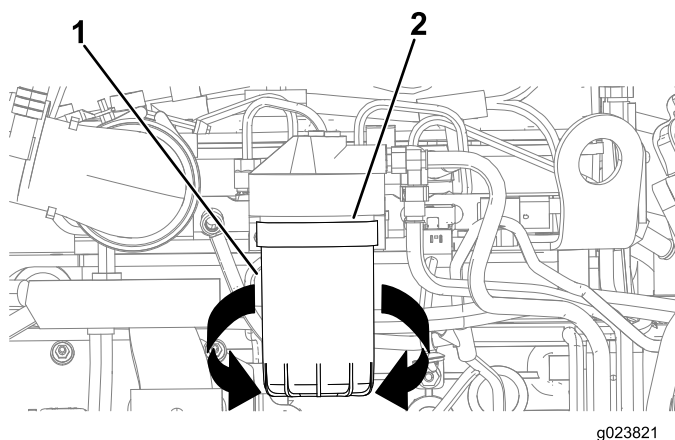

Figura 96
3. Coloque un recipiente de drenaje o varios trapos debajo del filtro de combustible secundario y del adaptador del filtro de combustible (Figura 96).
4. Gire el filtro de combustible en sentido antihorario y retire el filtro de combustible (Figura 96).
7. Alinee el filtro de combustible con el adaptador del filtro de combustible y gírelo en sentido horario hasta que la junta del filtro de combustible entre en contacto con el adaptador del filtro de combustible (Figura 96).
8. Apriete el filtro de combustible a mano 1/2 vuelta más (Figura 96).